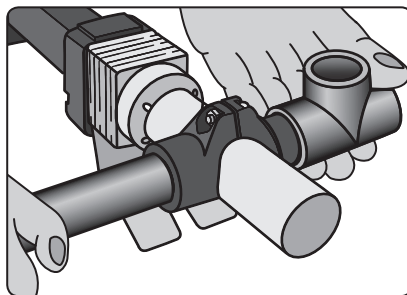

Abb. 3
- 5) Setzen Sie das Formstück auf den Heizdorn und führen Sie gleichzeitig das Rohr bis zur Markierung für das Einschieben in das Formstück in den Heizaufsatz ein (Abb.3). Erhitzen Sie beide Teile, **ohne sie zu drehen und den Neigungswinkel zu ändern**, für die Dauer gemäß Tabelle 2 nach dem Rohrdurchmesser. Beim Drehen kann sich das Material ansammeln und bei Änderung des Neigungswinkels können Verformungen auftreten! Bei Problemen beim Aufsetzen auf die Heizaufsätze der Schweißmaschine können beide Teile max. bis 10° gedreht werden!